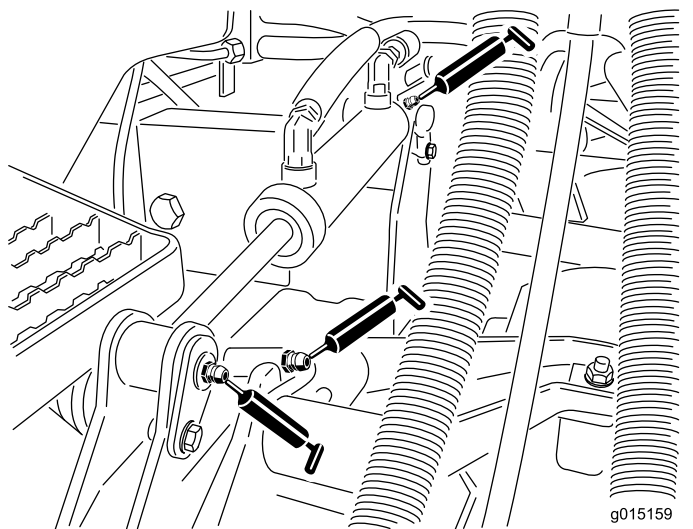

Figura 72
- Casquilhos do braço de elevação (1 por unidade de corte) (Figura 72)
- Casquilhos do cilindro de elevação (2 por unidade de corte) (Figura 72)